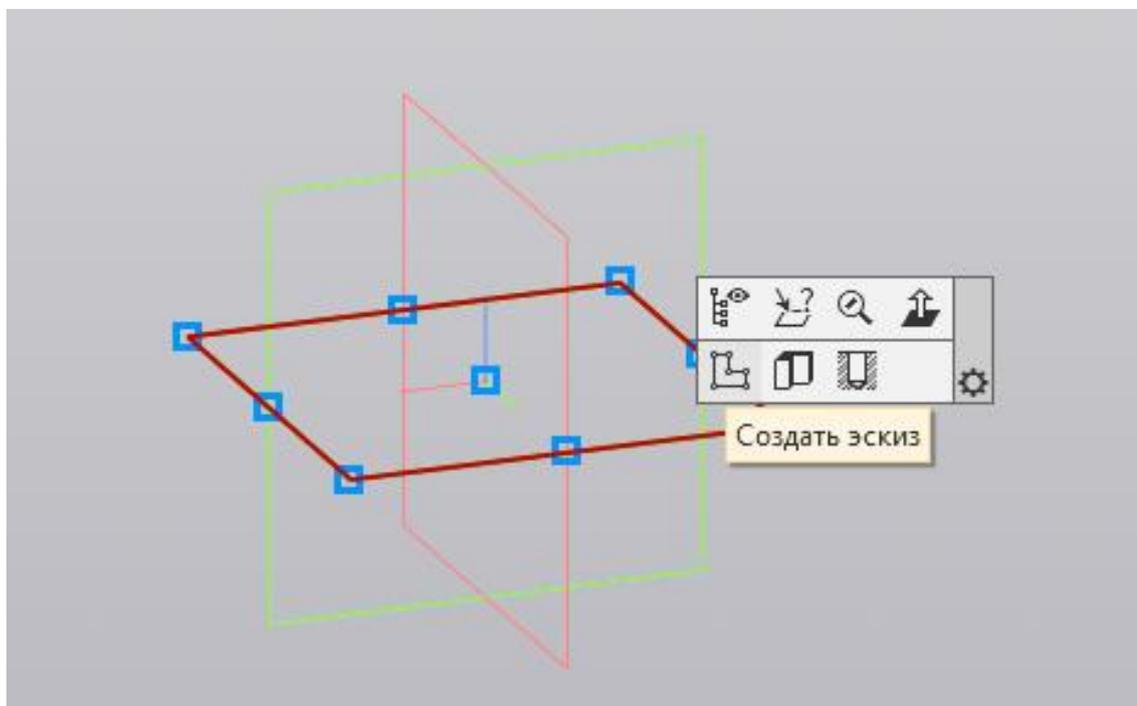

Рис. 74
2. Выбираем плоскость XY, создаём эскиз (рис. 74).